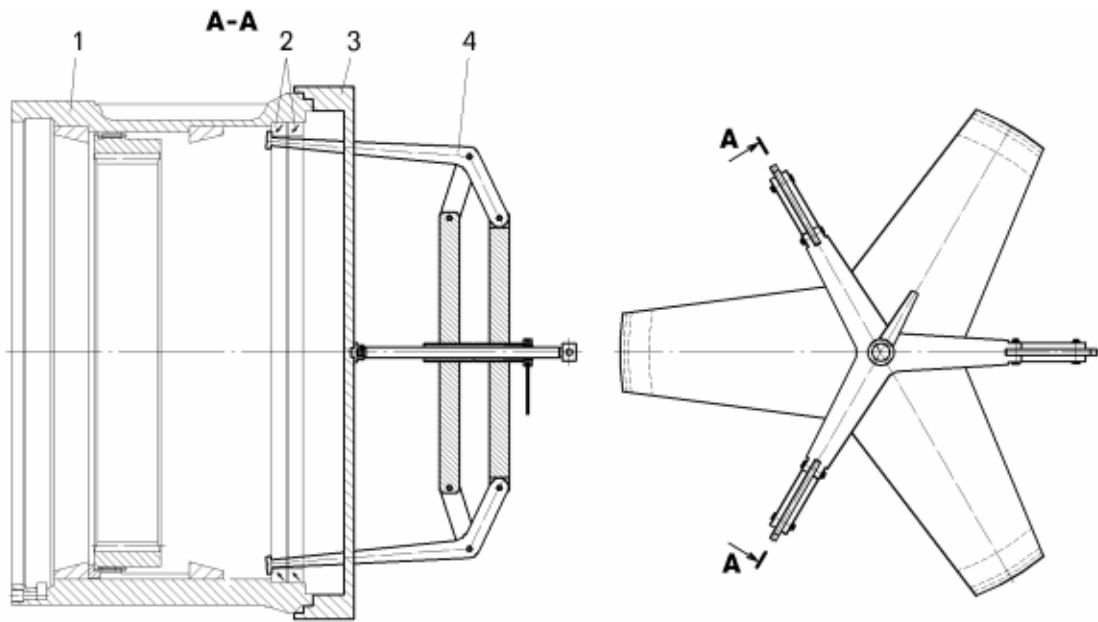

Рисунок 7.9 – Приспособление для снятия манжеты из ступицы мотор-колеса:
- отвернуть болты 5 крепления прижимов, снять прижимы 3, извлечь дистанционное кольцо 4 и выпрессовать крупногабаритные сальники 2 (рисунок 7.9) съемником 4, установив крышку 3 на ступицу мотор-колеса 1;